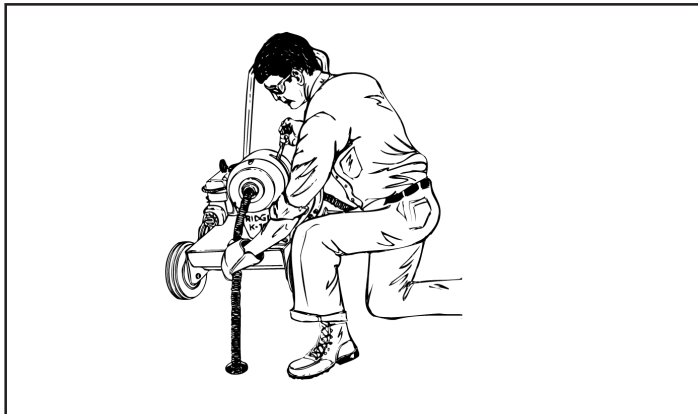

Рис.5 - Работа очистной машиной.
2. Заведите спираль в трубу через трап, проталкивая ее вручную настолько, насколько это возможно (рис.5).